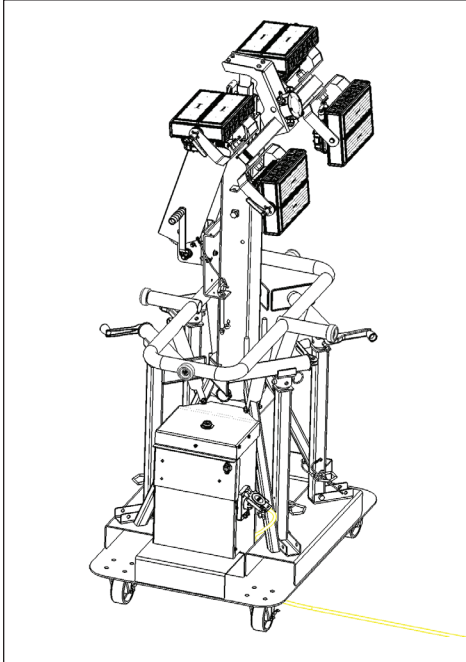

Figura 4
Antes del traslado, asegúrese de que la torre de iluminación portátil esté en la posición de transporte (Figura 4):
4. Tire del pasador del brazo de las luminarias y gírelo hasta que estén tal como se muestra en la Figura 4. Asegúrese de que el pasador de bloqueo se inserte en uno de los orificios después del ajuste. Repita para el otro brazo de luminarias. Consulte **Ajuste de las luminarias**.